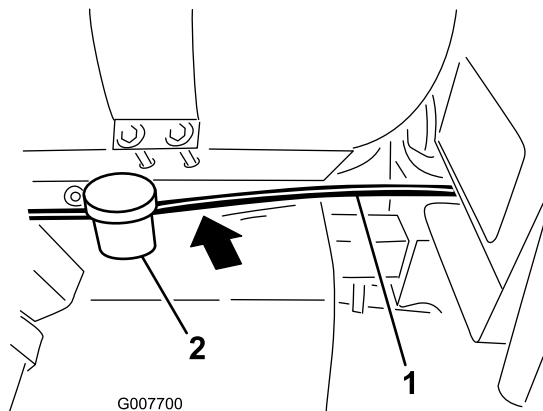

Рисунок 10
2. Проложите шланг от кронштейна пенного маркера вперед, под баком с химикатами и позади топливного бака, вдоль имеющейся проводки к месту под опорой сиденья (Рисунок 10).